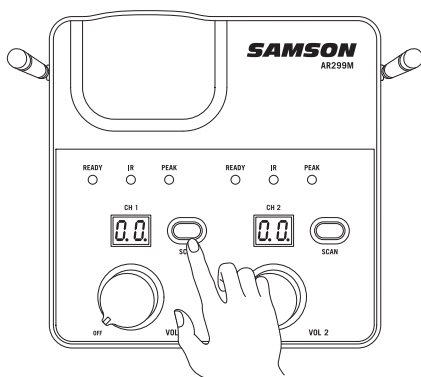

Figura 1
4. Premere il pulsante SET 1 per più di 2 secondi (il display inizia a lampeggiare rapidamente) sulla parte anteriore del ricevitore AR299m per cercare un canale disponibile. Una volta selezionato il canale ottimale, il ricevitore entra in modalità IR Set. Il display lampeggia lentamente in modalità IR Set. Se si desidera impostare un trasmettitore sul canale attualmente selezionato dal ricevitore, tenere premuto il pulsante SET per più di 10 secondi (fino a quando il display lampeggia lentamente) per entrare direttamente nella modalità IR Set. (figura 1).